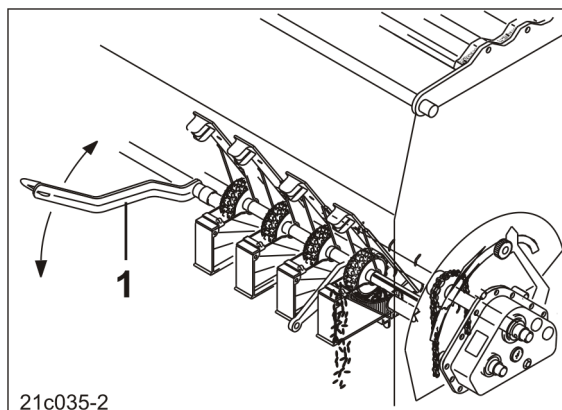

Fig. 150
4. Reglați pârghia clapetelor bazale (Fig. 150/1) la alegere, la o poziție între 1 și 4.